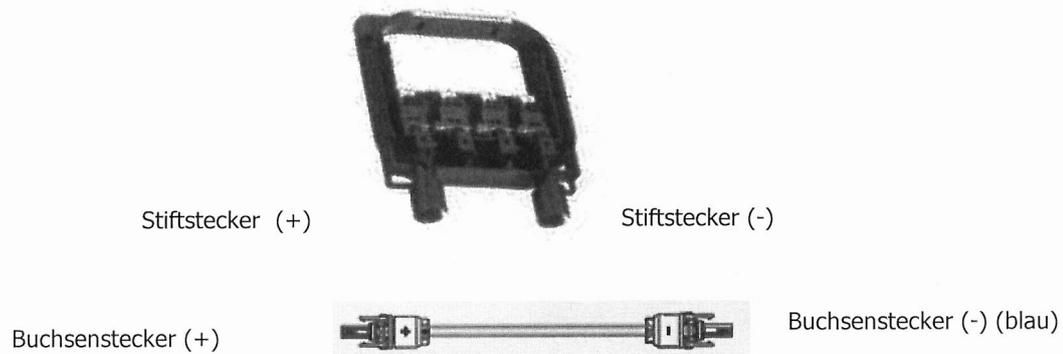

Abb. 5: Anschlussdose und -kabel
- Die Verbindung der Module erfolgt über die direkt an der Anschlussdose befindlichen Steckverbinder (Abb. 5): Links Stiftstecker (+); rechts Stiftstecker (-)
Für den Anschluss der Solarkabel an den Wechselrichter sind nur zertifizierte, passende Steckverbindungen zugelassen. Die Installation bzw. der Anschluss des/der Wechselrichter ist nach Herstellervorschrift auszuführen (Abb. 5).